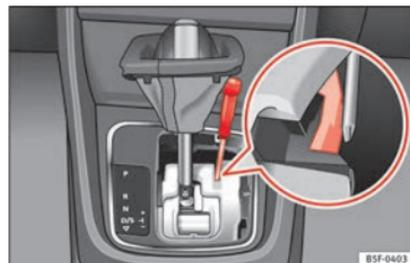

Fig. 198 Leva selettore: sblocco di emergenza dalla posizione di parcheggio.
- Aiutandosi con un cacciavite, premere lateralmente il gancio giallo di sblocco  **fig. 198** e tenerlo premuto.